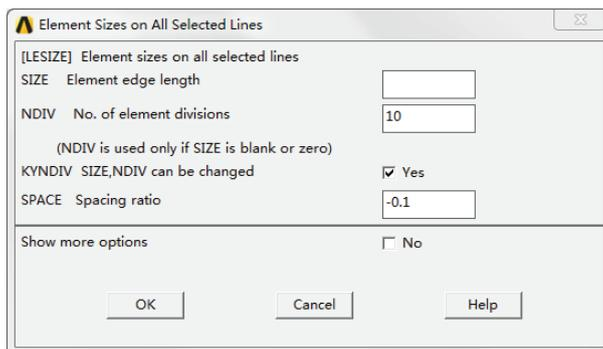

图 5-40 线上单元尺寸控制设置
(3) 选择【Main Menu】/【Preprocessor】/【Modeling】/【Create】/【Lines】/【Lines】/【Straight Line】命令，拾取两个关键点，创建两者之间的连接直线。
(4) 选择【Main Menu】/【Preprocessor】/【Meshing】/【Size Cntrls】/【ManualSize】/【Lines】/【All Lines】命令，弹出图 5-40 所示的所有线上单元尺寸控制对话框。分别在选项【NDIV No. of element divisions】和【SPACE Spacing ration】中输入相应的数值。【KYNDIV SIZE, NDIV can be changed】设置为“**Yes**”。